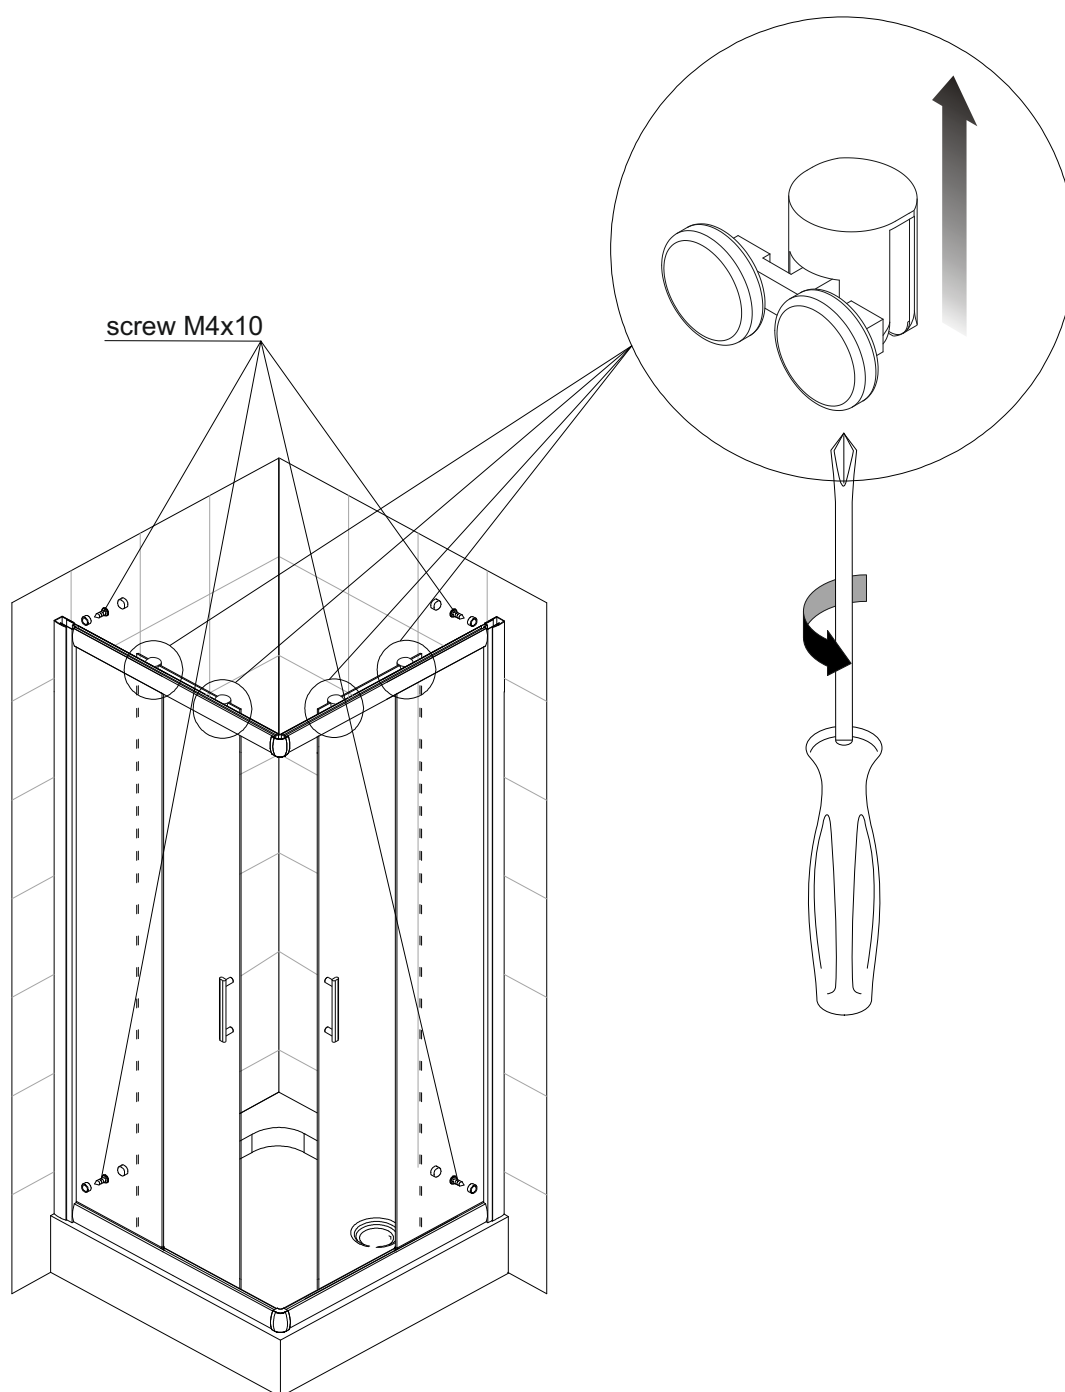

Fig. 11
11) Adjust the upper wheels to make sure the sliding doors move smoothly and in good sealing. As Fig. 11
11) Regolare i carrelli di scorrimento superiore in modo tale da assicurare un perfetto scorrimento delle porte e tenuta d'acqua del box doccia. Vedi fig. 11